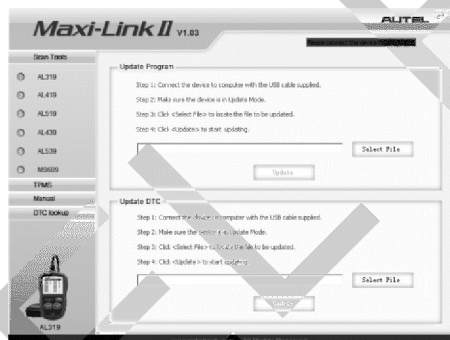

Рисунок 3-11
- 2) Запустите программу MaxiLinkII на компьютере. См. рисунок 3-11.
- 5) С помощью компьютера выберите обновляемые программы. Существуют два типа программ: операционная система и библиотека диагностических кодов неисправностей. См. рисунок 3-11.